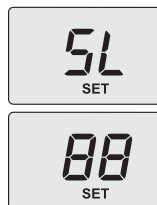

Figura 7.7
- Premere il tasto 1 (Figura 3.1) per passare alla taratura del minimo gas. Il display visualizza **S-L** alternato al parametro potenza minima assoluta e la scritta **"SET"** (Figura 7.7).